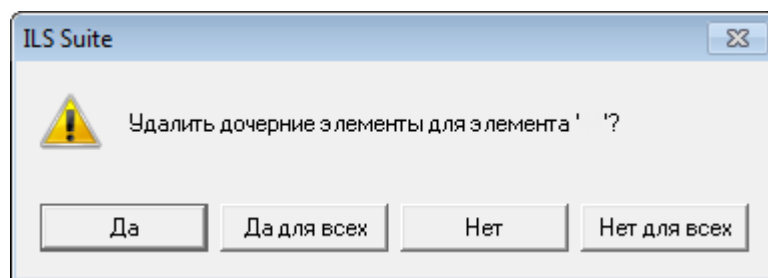

Рис. 9-12 – Вопрос об удалении объектов справочника из базы данных
6) Для отказа от удаления нажать «Нет». Для удаления нажать «Да». В этом случае появится диалоговое окно с вопросом, удалять ли объекты справочника из базы данных (рис. 9-12).